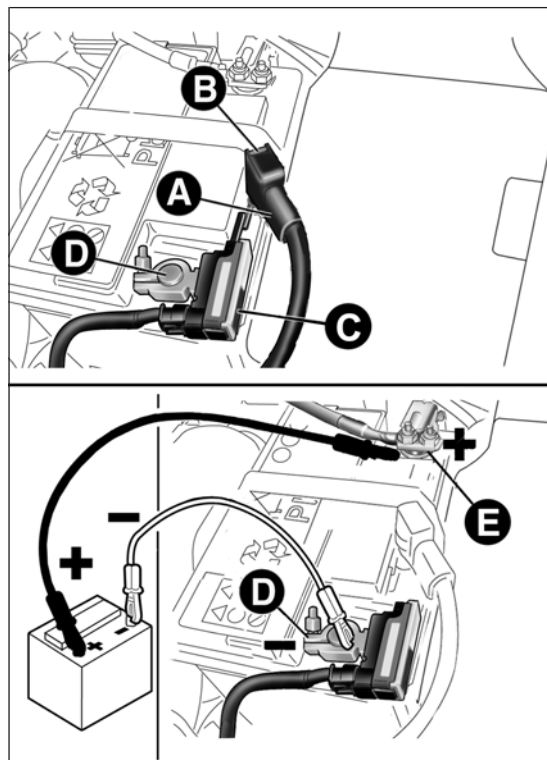

fig. 164
- ☐ disconnetti il connettore A fig. 164 (tramite azione sul pulsante B) dal sensore C di monitoraggio dello stato batteria installato sul polo negativo D della batteria stessa;